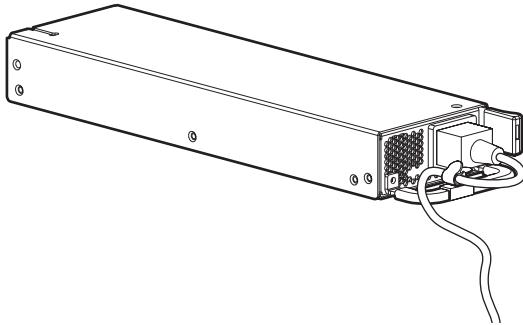

Figure 13 Fixation du cordon d'alimentation à l'aide du clip réducteur de tension
5. Utilisez le clip réducteur de tension inclus dans le kit matériel du node pour fixer le cordon d'alimentation (Figure 13).